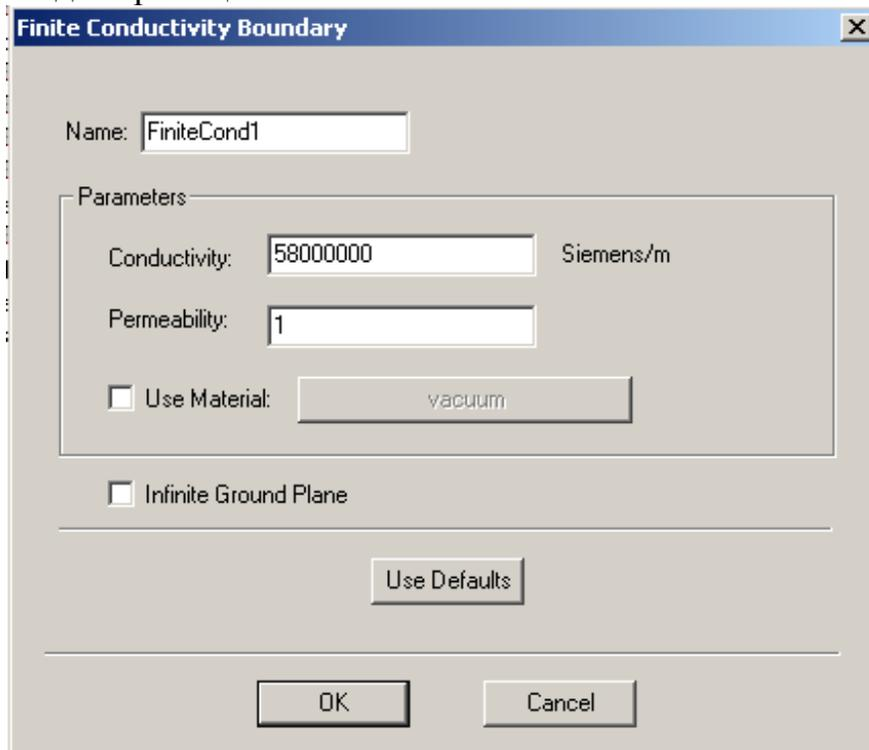

Рис. 5.11. Установка границы с конечной проводимостью
2. Нажмите **HFSS>Boundaries>Assign>Finite Conductivity**. Появляется окно **Finite Conductivity Boundary** (рис. 5.11).